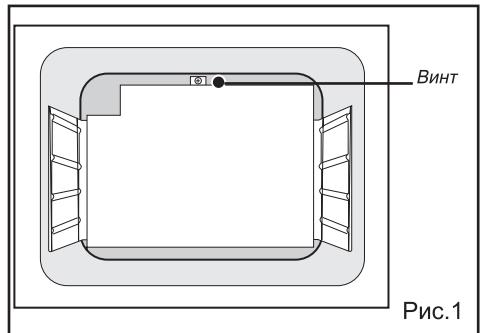

Рис.1
- Открутить винт, удерживающий заднюю панель внутренней части духового шкафа и вынуть панель (**рис.1**).